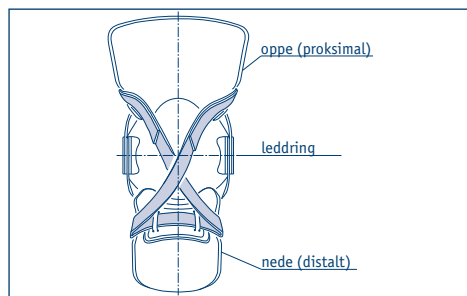

Fig. 4: Skuffeeffekt, bakut
- Krysstroppen træs vridd med 180° inn i laskene på puten. Etter at den er trukket gjennom festelaskene på den distale (nedre) leddringen, føres den kryssformet proksimalt (opp) og festes der (fig. 4).